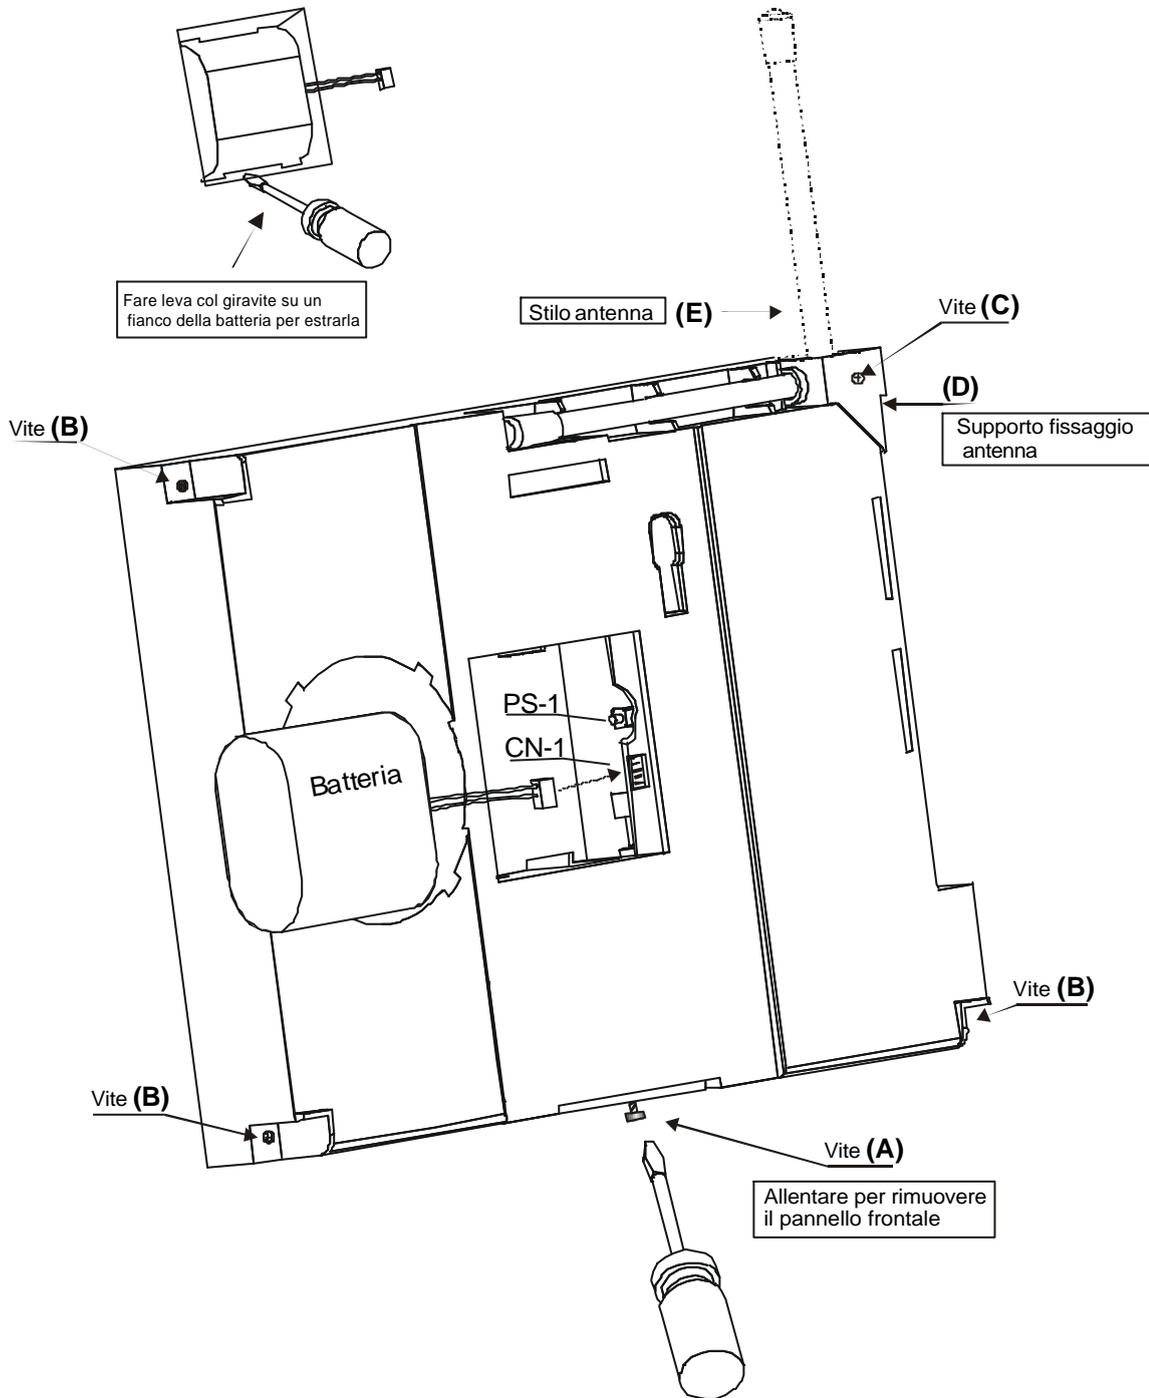

Fig. 5 – Vista posteriore della Centrale SR-71.21
- Per aprire la Centrale riferirsi alla fig. 5 (pag. 11), allentare la vite di blocco (A) e le 4 viti (C, B) per rimuovere la copertura frontale.
Nota: Per la programmazione non è necessario aprire la Centrale, poiché il pulsante d'avvio programmazione (PS-1) e il connettore per il collegamento della batteria (CN-1), sono accessibili dal retro della Centrale, (fig. 5, pag. 11).